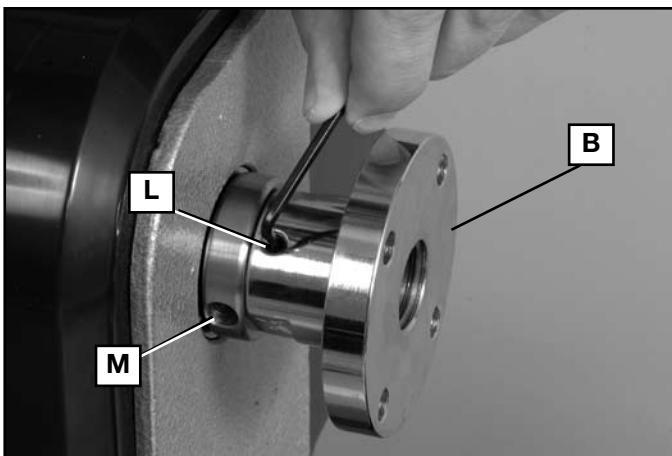
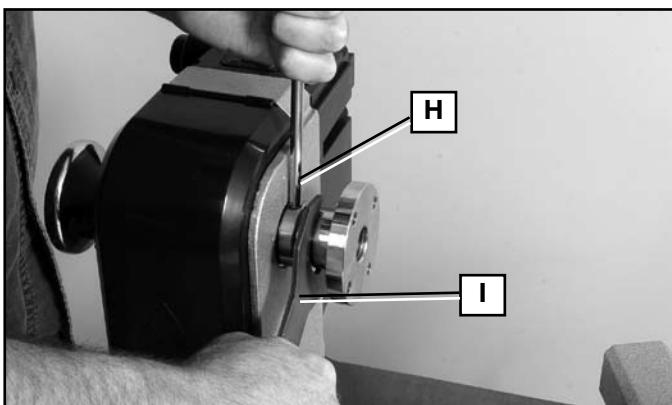
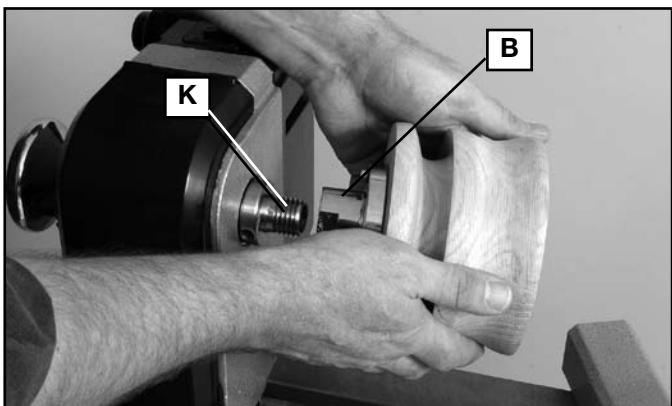

Fig. 2
Fig. 3
Fig. 4
- Para evitar lesiones, cuando utilice la placa frontal incluida de 76 mm (3 pulg.) (B) Fig. 2, no monte piezas de más de 152 mm (6 pulg.) de diámetro y hasta 152 mm (6 pulg.) de largo. Para montar piezas más grandes, asegúrese de usar una placa frontal de tamaño adecuado.
**ADVERTENCIA:** Para reducir el riesgo de lesiones, cuando utilice la placa frontal incluida de 76 mm (3 pulg.) (B) Fig. 2, no monte piezas de más de 152 mm (6 pulg.) de diámetro y hasta 152 mm (6 pulg.) de largo. Para montar piezas más grandes, asegúrese de usar una placa frontal de tamaño adecuado.
Para quitar la placa frontal, utilice la llave hexagonal incluida de 3 mm y desenrosque el tornillo de sujeción (L) al menos dos vueltas completas. Coloque la barra de extracción (H) Fig. 3 en el orificio (M) Fig. 2, coloque la llave de la placa frontal (I) Fig. 3 en las partes planas del reborde de la placa frontal (tal como se muestra en la Fig. 3) y gire la llave para aflojar la placa frontal. Una vez que haya aflojado la placa frontal (B) Fig. 2, se la podrá desenroscar.
**ADVERTENCIA: PARA EL TORNO MIDI DELTA MODELO 46-460 ÚNICAMENTE:** Para reducir el riesgo de lesiones, si se tornea en reversa, asegúrese de ajustar bien el tornillo de sujeción (L) Fig. 2 cuando vuelva a colocar la placa frontal.
Para colocar nuevamente la placa frontal (B) Fig. 4, atorníllela en la punta del eje (K) y ajústela bien con la barra de extracción y la llave, como se muestra en la figura 3. Coloque nuevamente el tornillo de sujeción (L) Fig. 2, si lo retiró. Ajuste bien el tornillo de sujeción.